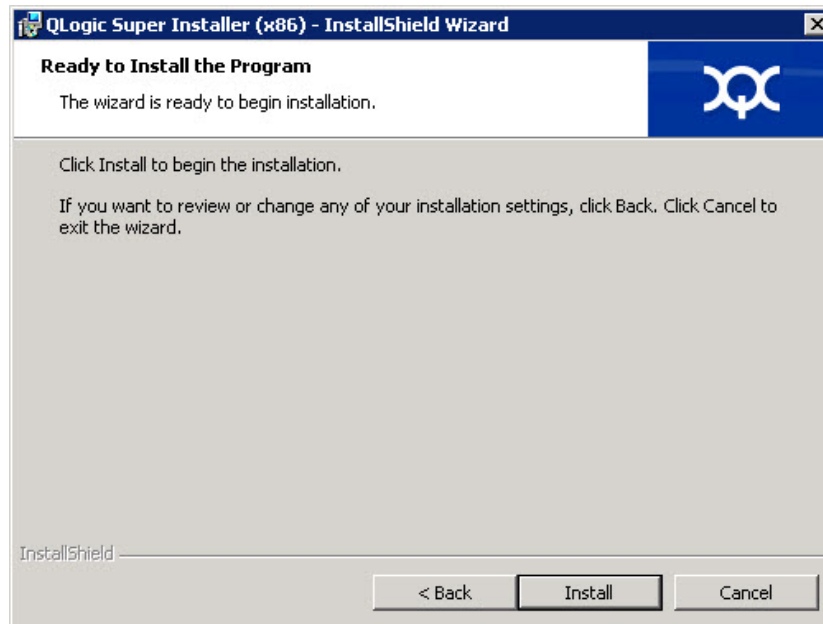

Ilustración 2-6. Asistente InstallShield: Ventana Ready to Install the Program (Listo para instalar el programa)
7. En la ventana Ready To Install (Listo para instalar) del asistente InstallShield (Ilustración 2-6), haga clic en **Install** (Instalar).